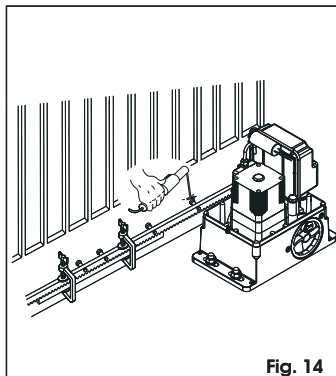

Fig. 14
5. Plaats een ander tandheugелеlement aansluitend aan het vorige, en gebruik een stuk tandheugel om de vertanding van de twee elementen af te stemmen, zoals op fig. 14.